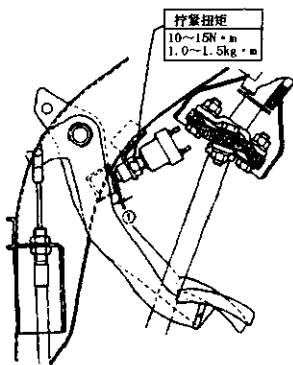

图 3-61 制动灯开关的距离
在安装制动灯开关时，制动踏板应在放松状态，与制动灯开关螺钉之间的距离①保持在 0.1~0.6mm，如图 3-61 所示。螺钉距离调整好后，再以 10~15 N·m 的扭矩将螺母拧紧。然后，再踏下制动踏板，检查制动灯是否亮。